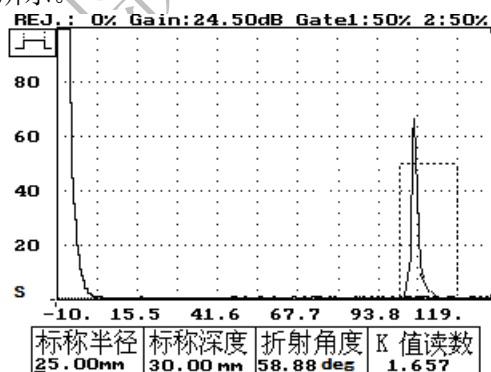

图 18-28
11、按闸门键及方向键——调节前闸门的宽度及高度，并移动前闸门套住 $\Phi 50\text{mm}$ 孔的反射波。如图 18-28 所示。